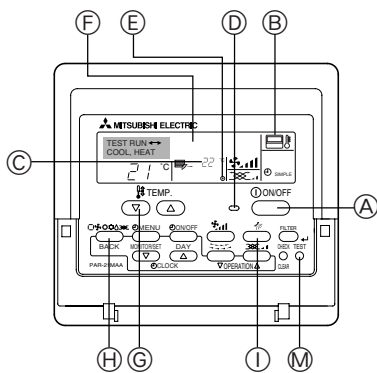

Fig. 7-1
7.2.1. 使用有线遥控器 (Fig. 7-1)
- ① 试运转前, 请打开电源至少12小时。
- ② 按[TEST] (测试) 按钮两次。→“试运转”液晶显示
- ③ 按[Mode selection] (模式选择) 按钮。→确保空气由本机吹出。
- ④ 按[Mode selection] (模式选择) 按钮并切换至冷却(或加热)模式。→确保吹出冷(或暖)风。
- ⑤ 按[Fan speed] (风扇速度) 按钮。→请确定转移风扇速度。
- ⑥ 检查室外机组风扇操作。
- ⑦ 按[ON/OFF] (打开/关闭) 按钮释放试运转。→停止
- ⑧ 记录电话号码。